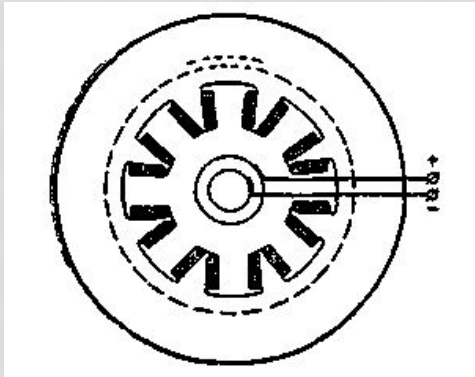

Рис. 1
- Синхронная машина в обычном исполнении состоит из неподвижной части – статора, в пазах которого помещается трехфазная обмотка, и вращающейся части – ротора с электромагнитами, к обмотке которых подводится постоянный ток при помощи контактных колец и наложенных на них щеток (рис.1). Статор синхронной машины ничем не отличается от статора асинхронной машины. Ротор её выполняется или явнополюсным (с выступающими полюсами, рис. 1), или неявнополюсным (цилиндрический ротор, рис.2).